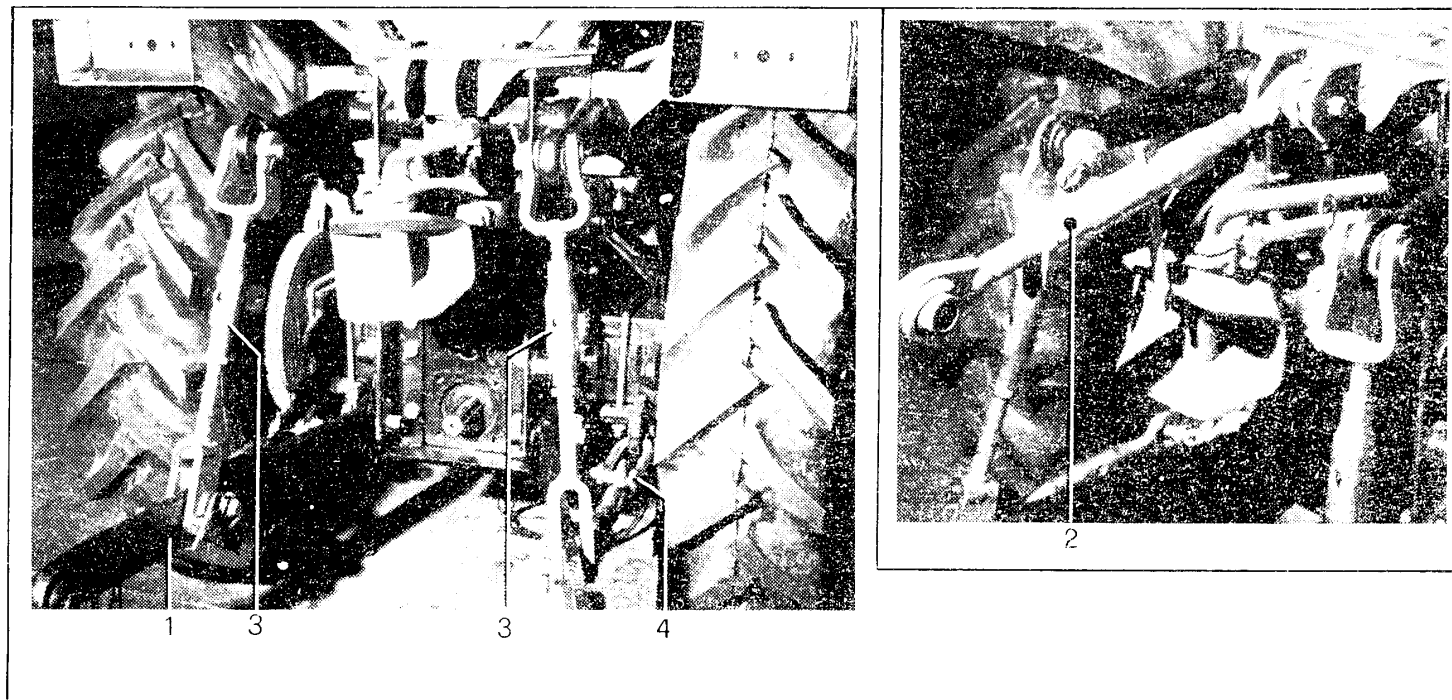

Bild 13 - Fig. 13
Mit diesem Anschlusssystem wird das Gerät an den Enden der zwei Längsarme (1) und der Strebe (2) angeschlossen, welche mit dem Schlepperkörper gelenkartig verbunden sind (siehe Bild 13). Die zwei Längsarme sind an den Kraftheberarmen durch zwei einstellbare Zugstangen (3) angeschlossen. Die horizontale Bewegung der Arme ist durch zwei einstellbare Zugstangen (4) begrenzt.
In this case the implement is fastened to the end of the two arms (1) and secured to a strut (2) (hinged to the tractor body see fig. 13). The two lengthwise arms are connected to the lifter arms by means of two adjustable tie-bars (3); the travel in the horizontal plane of the arms is contained by the two adjustable tie-bars (4).
L'outil est fixé aux bouts des deux bras longitudinaux (1) et d'une barre (2) articulés au corps du tracteur (voir fig. 13). Les deux bras sont rattachés aux bras du relevage au moyen de deux tirants réglables (3); le déplacement horizontal des bras est limité par les deux tirants réglables (4).